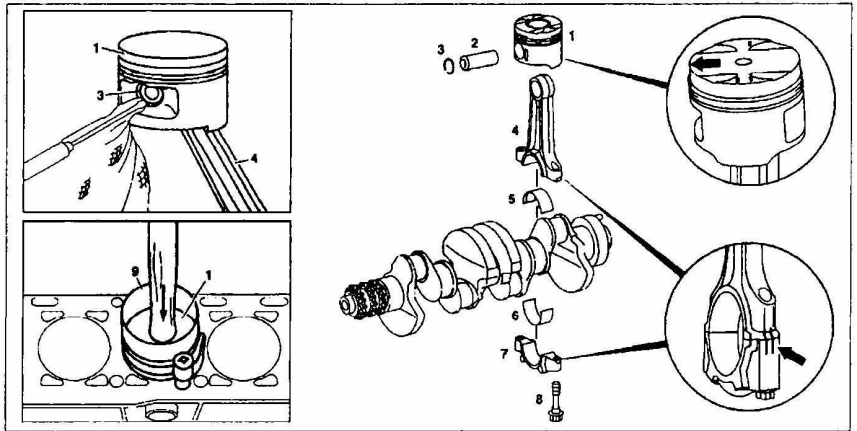

Рис. 11. Снятие и установка поршней:
5. Снимите шатунную крышку **7** и шатунный вкладыш **6** (рис. 11). Пометьте шатун **4** и крышку **7** относительно цилиндра со стороны выпускного коллектора (**стрелка**).